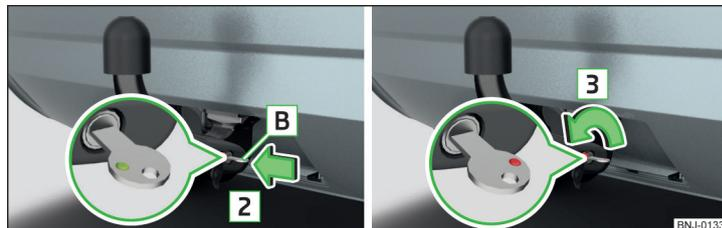

Fig. 138 Insérez la clé dans le verrou / déverrouiller le verrou
- Insérez la clé **B** dans le verrou dans le sens de la flèche **2** de sorte que son marquage vert soit orienté vers le haut » fig. 138.